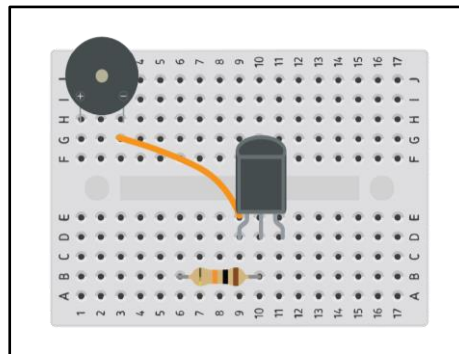

**Figure 17.** Connexion des broches de sortie RGC 3,3 V aux broches GPIO. Notez que le support n'est pas représenté sur le schéma de connexion.
- Placez-le dans le trou central de P1, comme illustré à la **figure 17**. Le côté dont les broches sont recouvertes par la prise doit être orienté vers l'intérieur du boîtier. *\*La prise doit être à l'intérieur du boîtier et les broches à l'extérieur. La prise doit être bien ajustée dans le trou du boîtier.*
- Fixez les fils du kit aux 4 broches de la prise à l'intérieur du boîtier de la RetINaBox (**figure 17**).
- Connectez ces fils en série avec des câbles Dupont femelle-femelle (utilisez du ruban isolant pour fixer cette connexion) et connectez-les aux broches GPIO correspondantes (conformément au schéma de la **figure 17**).